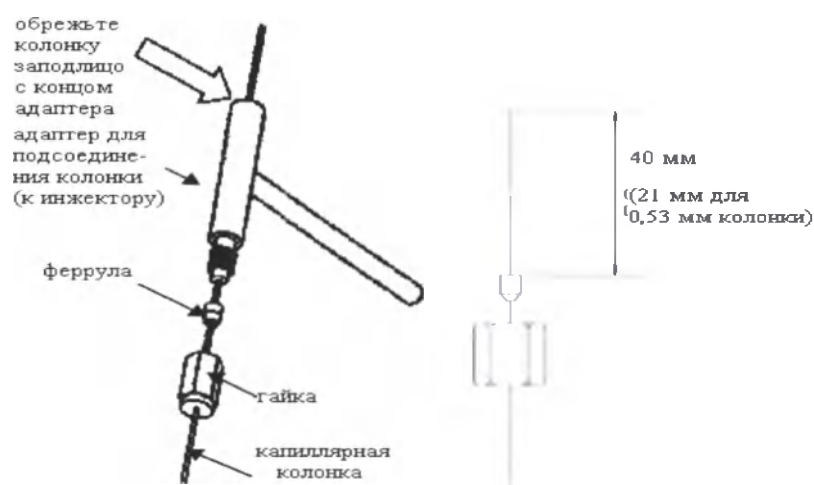

Рисунок 2.7 Использование адаптера для подсоединения колонки
- (1) Проденьте капиллярную колонку через Vespel ферулу и гайку. Смотри Рисунок 2.7 "Использование адаптера для подсоединения колонки".
- (2) Вставьте конец капиллярной колонки в адаптер для подсоединения колонки (P/N 225-01453-95) из комплекта инструментов (опция), так чтобы конец колонки высовывался на 1 см от конца адаптера как показано на Рисунке 2.7 "Использование адаптера для подсоединения колонки". Закрепите его, затянув гайку. Обрежьте выступающий конец колонки.
- (3) Зафиксируйте колонку липкой лентой под затянутой гайкой, как показано на Рисунке 2.8 "Фиксация колонки липкой лентой".
- (4) Выньте колонку из адаптера, не сдвигая ленты, и протрите колонку ацетоном. Вставьте колонку в инжектор и закрепите ее, закрутив гайку вручную. Если ферула новая, то затените ее гаечным ключом еще на один полный оборот. Если ферула использовалась раньше, то затените ее гаечным ключом еще на 20-40 градусов.
- (5) Снимите липкую ленту с колонки.